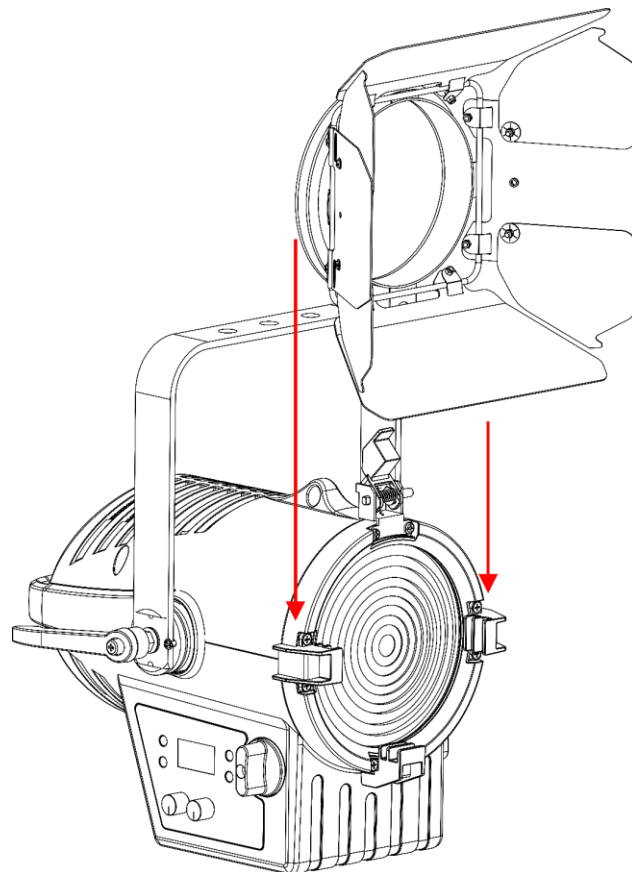

Abb. 11
- 02) Schieben Sie die Barndoor wie in Abb. 11 herein.